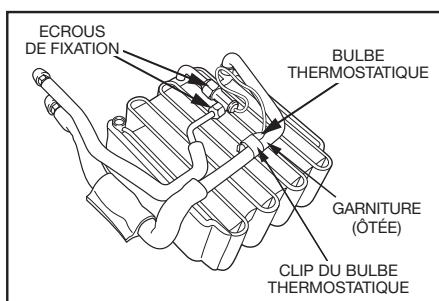

fig. 4
3. Oter toute la garniture proche du bulbe thermostatique et de son clip (*Voir fig. 4*).